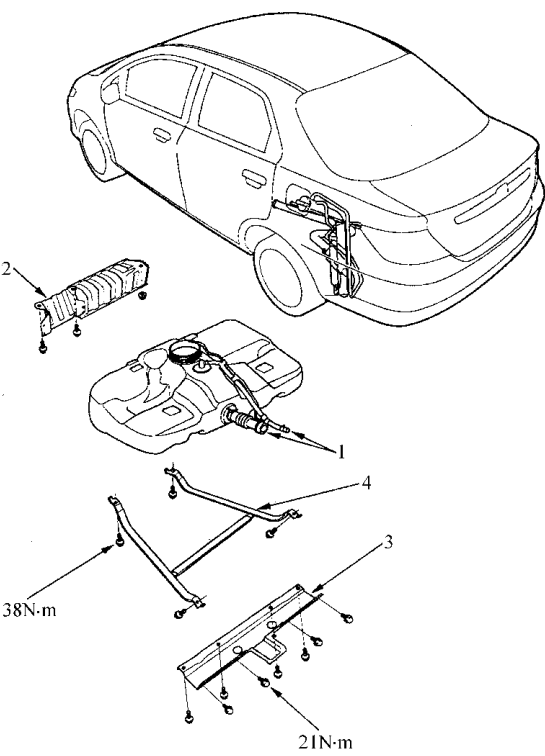

图 3-54 拆卸燃油箱
3) 如图 3-54 所示, 断开软管。向后滑动夹子, 然后, 边拉动, 边扭动, 以免将其损坏。